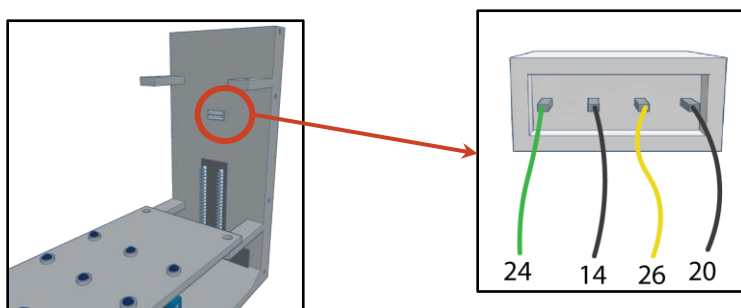

Рисунок 17. Подключение выходных контактов RGC 3,3 В к GPIO. Обратите внимание, что разъём не показан на схеме подключения.
- b. Поместите его в среднее отверстие P1, как показано на **Рис. 17**. Сторона, на которой контакты закрыты гнездом, должна быть обращена внутрь корпуса. **Гнездо должно находиться внутри корпуса, а контакты — снаружи. Разъём должен плотно входить в отверстие корпуса.*
- c. Подключите провода из набора к 4 контактам гнезда внутри корпуса РетнаБокс (**Рис. 17**).
- d. Соедините эти провода последовательно проводами DuPont типа «мама-мама» (используйте изоленту для фиксации соединения) и подключите к соответствующим контактам GPIO (согласно логике, показанной на **Рис. 17**).